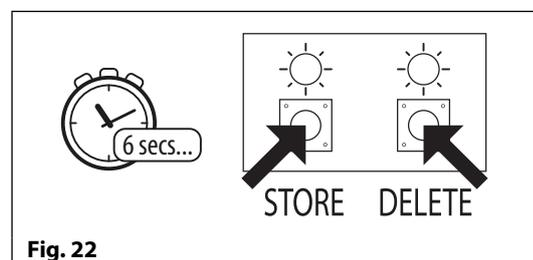

Fig. 22
1. premere e tenere premuto il pulsante Store e il pulsante Delete per circa 6 secondi fino a che entrambi i LED, verde e rosso si spengono (OFF), vedere la **Fig. 22**;